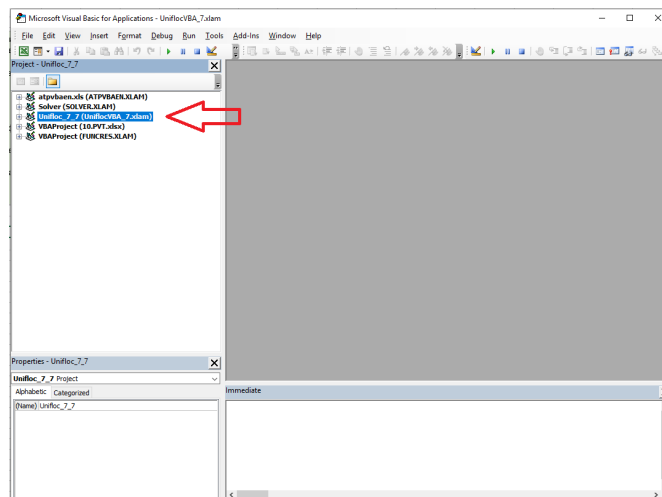

Рис. 3.1 — Окно редактора VBE с загруженной надстройкой Unifloc 7.9 VBA
1. Запустите файл с надстройкой Unifloc 7.9 VBA. Для того чтобы убедиться, что надстройка запущена откройте редактор VBE (Alt+F11). В дереве проектов должен отображаться файл надстройки UniflocVBA\_7.xlam, рис. 3.1.